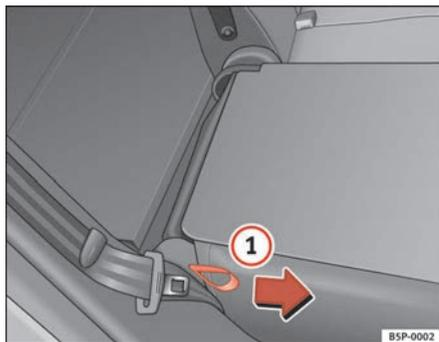

Fig. 98 Rebater ou levantar o encosto dos bancos traseiros
- Puxar a pega que se encontra na parte lateral do banco ⇒ fig. 98 1.